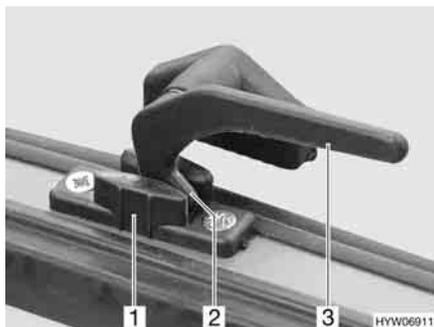

Fig. 44 Leva di serraggio in posizione "Aerazione continua"
- In posizione di "Aerazione continua" (Fig. 44)
- Ruotare tutte le leve di serraggio (Fig. 44,3) di un quarto di giro verso il centro della finestra.
- Girare nuovamente all'indietro tutte le leve di serraggio. Riportare contemporaneamente il nasello di chiusura (Fig. 44,2) nella rientranza della chiusura della finestra (Fig. 44,1).